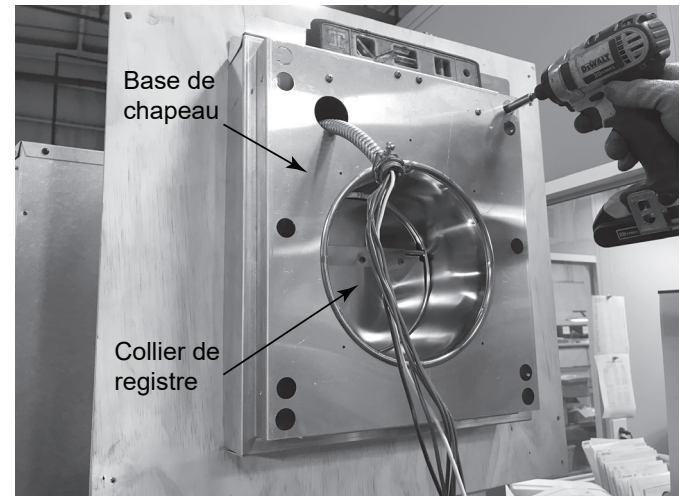

Figure 7.16
- Placez la base du chapeau contre le mur extérieur, mettez-la à niveau et fixez-la à l'aide des (4) vis fournies. Lorsqu'il est correctement installé, le collier de registre doit s'enfoncer dans l'écran mural pare-feu d'au moins 1-1/2 po. Voir la figure 7.16.